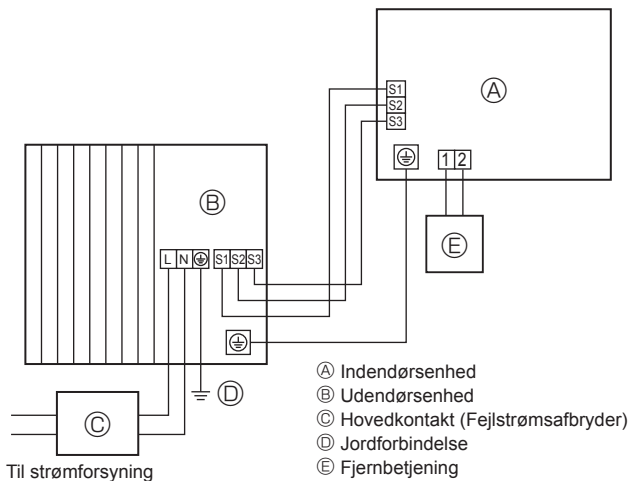
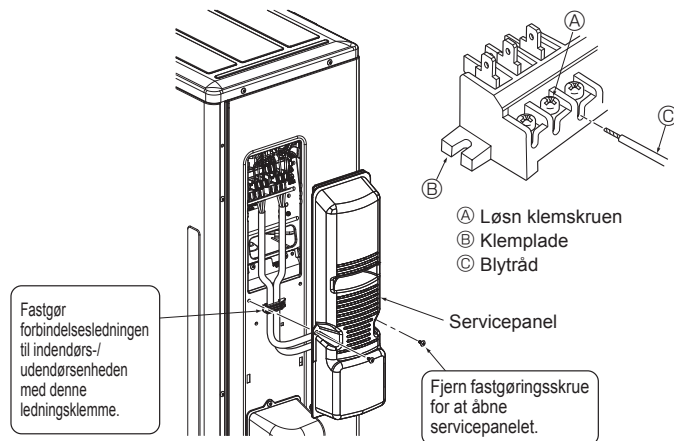
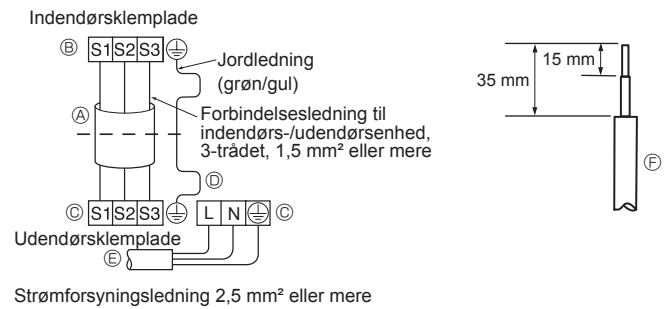

Fig. 6-1
Fig. 6-3
Fig. 6-2
6.1. Udendørsenhed (Fig. 6-1, Fig. 6-2, Fig. 6-3)
- ① Fjern servicepanelet.
- ② Træk kablerne som vist i Fig. 6-1, Fig. 6-2, og Fig. 6-3.
- Ledningerne trækkes som vist nederst til venstre i diagrammet. (Kabel fremskaffes lokalt) (Fig. 6-2)